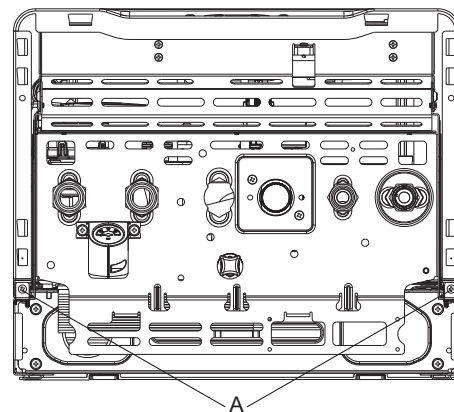
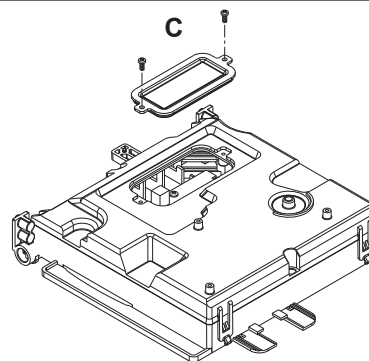

Fig. 7
Fig. 9
4. 电气连接 (Fig.7–Fig.9)
- 松开壳体的固定螺钉 (A) (Fig.7)